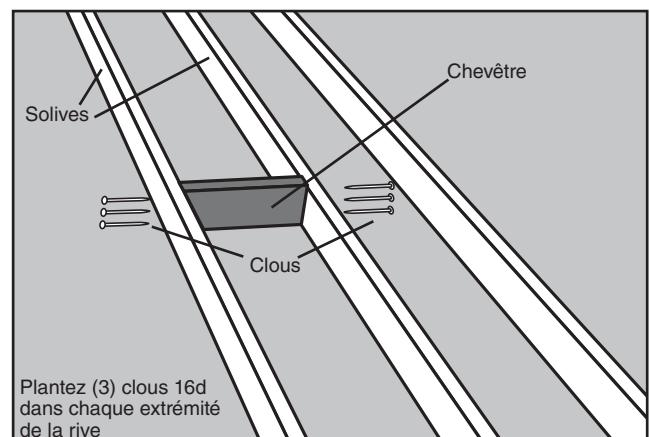

FIGURE 12
Étape 3. Placez un de ces chevêtres à une extrémité de votre emplacement choisi (Voyez la Figure 12). Le chevêtre doit s'adapter exactement entre les solives. Placez-le au marteau si nécessaire ; s'il s'avère trop long de 1,6 mm, limez-le. S'il est trop court de plus de 1,6 mm, coupez un autre morceau.
Étape 4. Mettez d'équerre la rive par rapport à une solive et plantez (3) clous 16d au travers de la solive pour pénétrer la rive. Vérifiez la perpendicularité et plantez (3) clous 16d au travers de l'autre solive pour pénétrer la rive (Voyez la Figure 12). **Il est très important que le morceau de rive soit d'aplomb verticalement comme d'équerre avec les côtés des solives.**